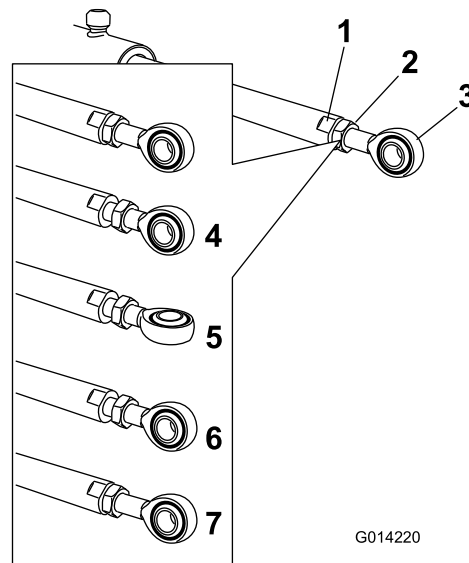

Figura 61
5. Utilize uma chave nos lados planos do acionador para imobilizar e, em seguida, desaperte a porca para permitir que a barra do olhal seja ajustada (Figura 61).
6. Rode a barra do olhal na barra do olhal para diminuir ou aumentar o acionador estendido para a posição desejada (Figura 61).